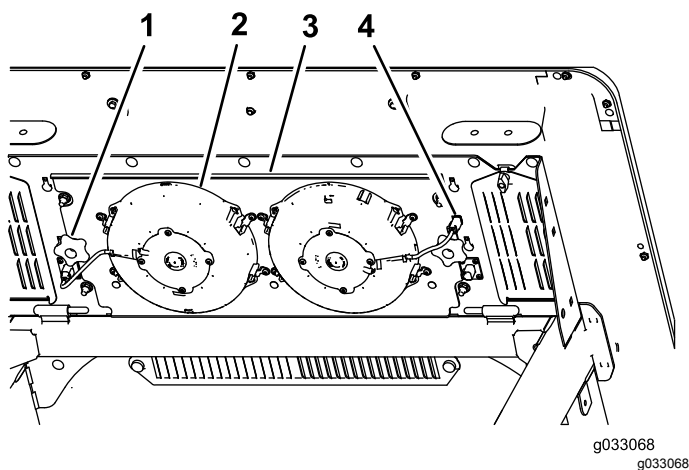

Figura 57
2. Linguetta (4)
3. Scollegate la spina e il cavo delle ventole dalla presa (Figura 57).
4. Rimuovete le 2 manopole che fissano il gruppo del pannello della ventola e le ventole al sottoscocca della parte superiore della cabina (Figura 57) e rimuovete il gruppo.